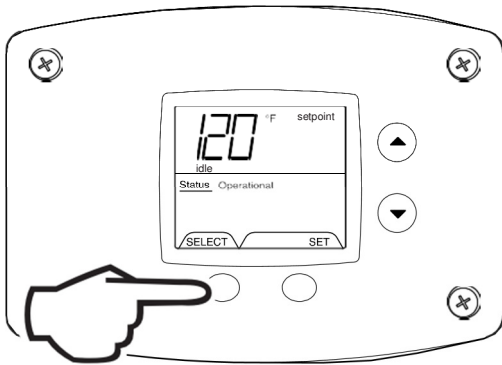

Fig. 37
4. Setpoint (Display/Change) (Fig. 37).